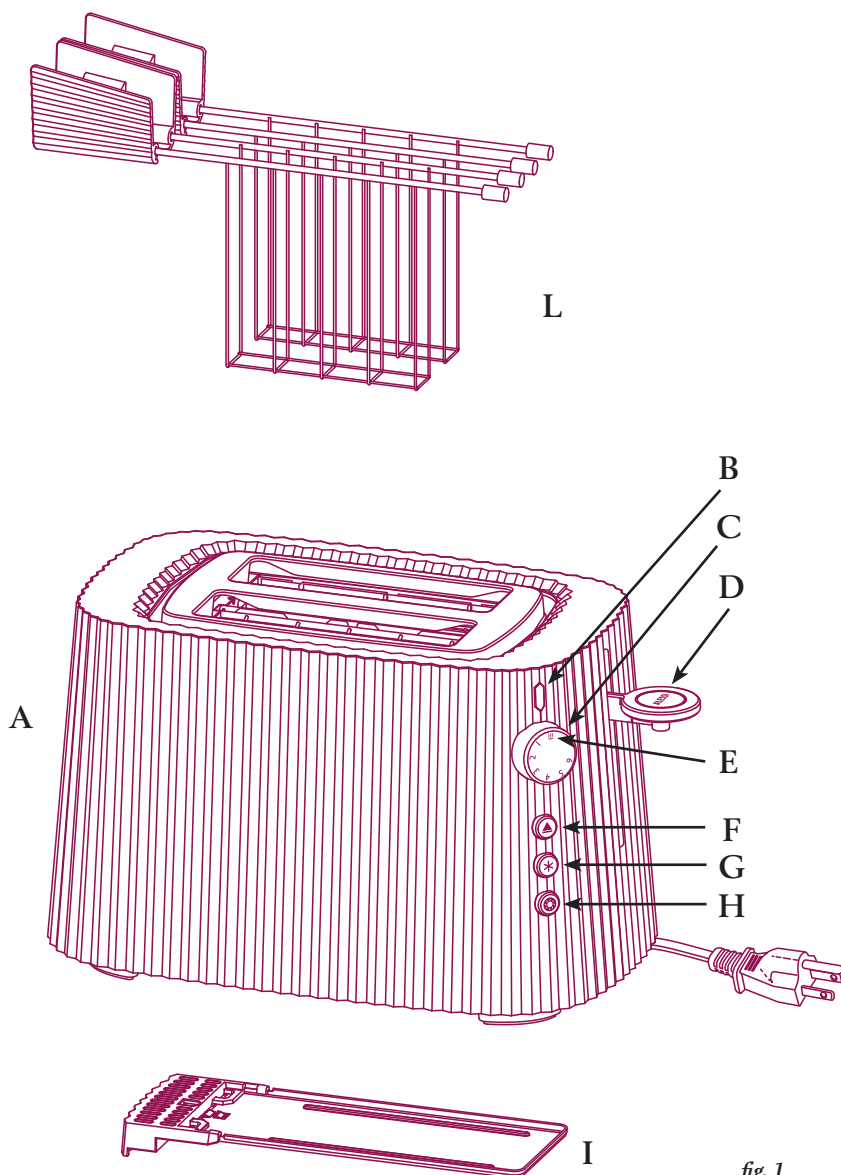

fig. 1
- A - Corpo in resina termoplastica (PP)
- L - Pinza per sandwich (accessorio non incluso) (fig. 1)